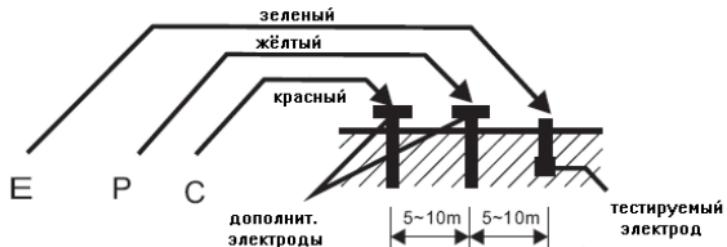

рис. 3
- Подключить измерительные провода: зеленый, желтый и красный к прибору (входные гнезда E, P и C соответственно) и к дополнительным штырям заземления из комплекта прибора. Электроды (тестируемый и два дополнительных штыря из комплекта прибора) - должны располагаться на одной линии на расстояниях указанных на рис. 3.